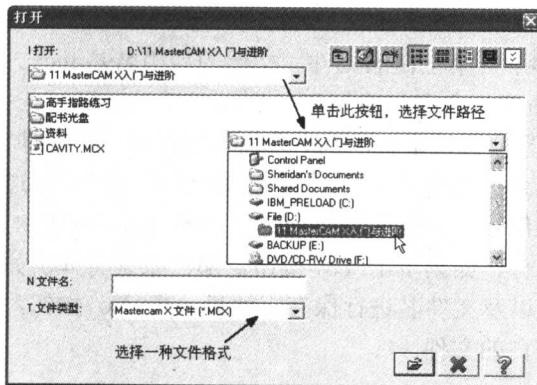
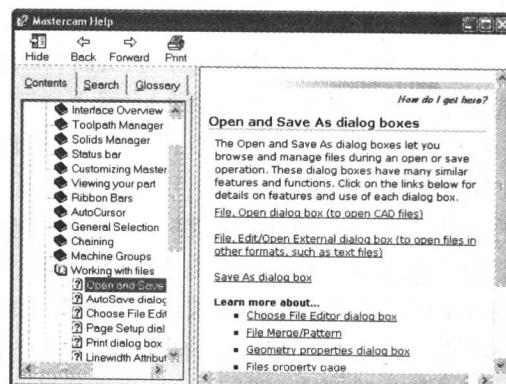

图 1-8
图 1-9
选择菜单【文件】→【打开文件(O)】，弹出如图 1-8 所示的【打开】对话框，首先选择需要打开文件所在的路径，如果文件所在的文件夹已经显示在对话框的列表中，那么用鼠标双击该文件夹，例如这里双击“配书光盘”文件夹，就会显示“配书光盘”文件夹里面的内容，选择需要打开的文件，在对话框中单击【(打开)】按钮，就可以将指定的文件打开。如果单击【(取消)】按钮，那么将关闭对话框，并且不执行文件打开的操作。单击【?】按钮，可以调用 Mastercam 软件系统的在线帮助，如图 1-9 所示。
(1) 针对某项功能，例如绘制直线功能 $\wedge$ ，但调用该功能后，在“工作条”中会出现一个 $\text{?}$ 按钮，单击该按钮可以直接到达相应部分的帮助。图1-8中的 $\text{?}$ 按钮也具有同样的功能。
(2) 直接按Alt+H组合键，打开在线帮助文档，查找相应的帮助文件。